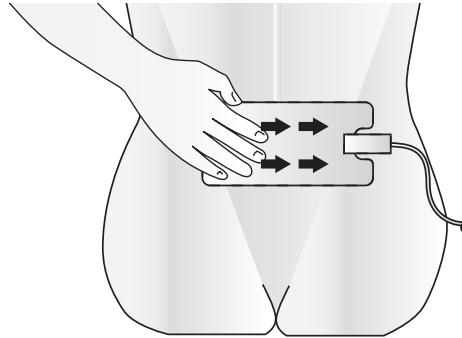

Figura 4-7. Aplique firmemente la placa de toma de tierra para paciente en la zona lumbar.
- b. Aplique la placa de toma de tierra para paciente en un borde (Figura 4-7) y presiónela firmemente; alísela hasta el borde opuesto de manera que toda su superficie quede totalmente adherida a la piel del paciente.